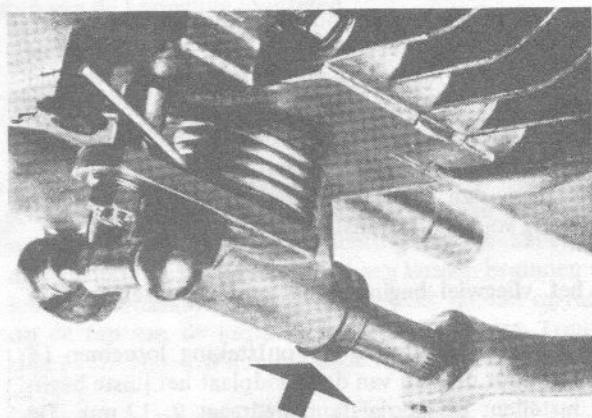

Fig. 28
- De schakelas met vet voor hete omgeving aanbrengen. Pakkingringen zorgvuldig inleggen. Axiale speling 0,1–0,3 mm. (fig. 28).